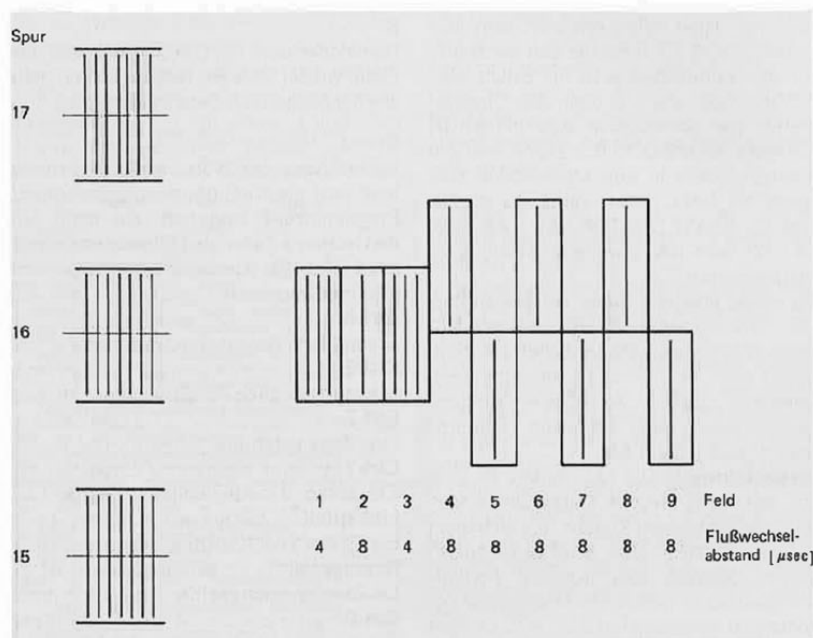
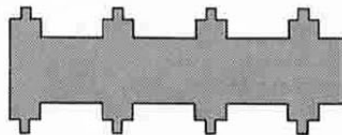
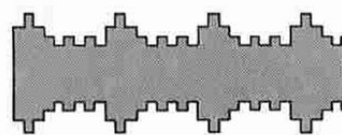
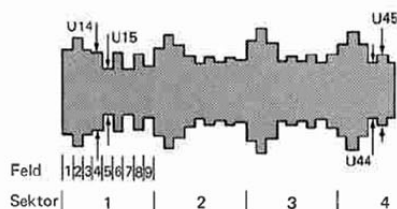

Bild 9: Spurjustagediskette-Aufzeichnungsformate
Bild 10: Ideale Spurposition
Bild 11: Spurabweichung
Bild 12: Spurposition – Oszillographenbild
Für die Spurjustage enthält die Justagediskette die in **Bild 9** gezeigte Aufzeichnung. Links im Bild ist die Sollspurlage für die Spuren 15, 16 und 17 gezeigt, rechts daneben das Aufzeichnungsformat eines
* Zu den Feldern siehe Bild 12 auf Seite 18.
Bild 10 zeigt den Idealfall, daß der Lesekopf genau auf der vorgeschriebenen Spurposition (Spur 16) steht. Das Lesesignal in Feld 2 hat die größte Amplitude, da die Aufzeichnung mit 8 µsec Flußwechselabstand erfolgt ist und der Lesekopf die geschriebene Spurbreite von Feld 2 voll erfaßt. Die Amplitude der Felder 1 und 3 ist etwas geringer, da in diesen Feldern die Aufzeichnung mit 4 µsec Flußwechselabstand erfolgt ist. In den Feldern 4 bis 9 ist die Amplitude in allen Feldern gleich groß, aber nur genau halb so groß wie die Amplitude in Feld 2. Dies kommt daher, daß diese Felder bei der Aufzeichnung um eine halbe Spurbreite versetzt aufgezeichnet wurden, und der Lesekopf daher nur jeweils die halbe Spurbreite erfaßt.
Bild 11 zeigt das Lesesignal, wenn der Lesekopf nicht genau auf der vorgeschriebenen Spurposition steht. In diesem Fall hat der Lesekopf eine Spurbewegung von 20 µm, was 40% des maximal zulässigen Fehlers entspricht. Wenn man Bild 9 betrachtet und sich vorstellt, daß der Lesekopf von Spur 16 aus etwas nach oben (in Richtung zur Spur 17) verschoben wird, so ist klar, daß der Lesekopf einen größeren Anteil der geraden Felder (4, 6, 8) und dagegen einen kleineren Anteil der ungeraden Felder (5, 7, 9) erfaßt. Entsprechend steigt in Bild 11 die Lesesignalamplitude der geraden Felder gegenüber Bild 10, während die Lesesignalamplitude der ungeraden Felder sinkt.
Das Laufwerk kann jetzt ausgeschaltet und die Justage-Diskette eingelegt werden. Nach Wiedereinschalten des Laufwerks und erneutem J-Befehl muß der Oszillograph einen dem Bild 10 oder Bild 11 ähnlichen Signalverlauf zeigen. Da normalerweise kein Strom durch den Schrittmotor fließt, wird der Schreib-/Lesekopf nicht in seiner Position festgehalten, und man kann durch vorsichtiges Drehen an der Spiralscheibe den Kopf in unterschiedliche Positionen bringen.
Vor Beginn der Messung muß zunächst der Kopf wieder mit dem Schrittmotor auf eine definierte Position gebracht werden, falls er von Hand verschoben wurde. Dazu wird am besten der Kopf zuerst mit dem 0-Befehl auf Spur 0 und dann mit dem P-Befehl wieder auf Spur 16 positioniert. Wenn der Kopf auf der richtigen Position steht und der Trigger mit dem J-Befehl wieder eingeschaltet wurde, muß der Oszillograph richtig eingestellt werden. Die Zeitablenkung sollte jetzt auf 10 msec eingestellt werden und mit der variablen Zeitbasis so, daß – wie in Bild 12 gezeigt – ca. 3 1/2 Sektoren auf dem Schirm sichtbar sind. Dadurch wird erreicht, daß der Oszillograph bei jeder Umdrehung getriggert wird, was ein besseres Bild zur Folge hat.
Danach werden aus dem Schirmbild die in **Bild 12** markierten Amplitudenwerte U14 und U15 (Sektor 1 Feld 4 und 5) durcheinander geteilt. Ein Wert zwischen 0,5 und 2 – das entspricht einer Spurbewegung von maximal 50 μ m – bildet die Toleranzgrenze für die Spurlage.
Die Überprüfung der Spurlage wird etwas schwieriger, wenn nicht – wie in Bild 11 gezeigt – das Verhältnis zwischen geraden und ungeraden Feldern in allen Sektoren gleich ist. Bild 12 zeigt einen solchen Fall, bei dem sich das Verhältnis von Feld zu Feld ändert. Dies kommt daher, daß die Diskette nicht genau konzentrisch eingespannt war (30 μ m Exzentrizität und 5 μ m Abweichung). Eine Exzentrizität kann auftreten, wenn das Innenloch der Diskette etwas größer als die Aufnahme des Laufwerks ist, wenn die Diskette bei der Einspannung nicht genau zentriert wird oder wenn die Spindel des Laufwerks nicht exakt rund läuft. Wenn dies der Fall ist, sollte man zunächst versuchen, durch mehrmaliges Öffnen und Schließen der Frontklappe (ggf. bei laufendem Motor) eine konzentrische Einspannung der Diskette zu erreichen.